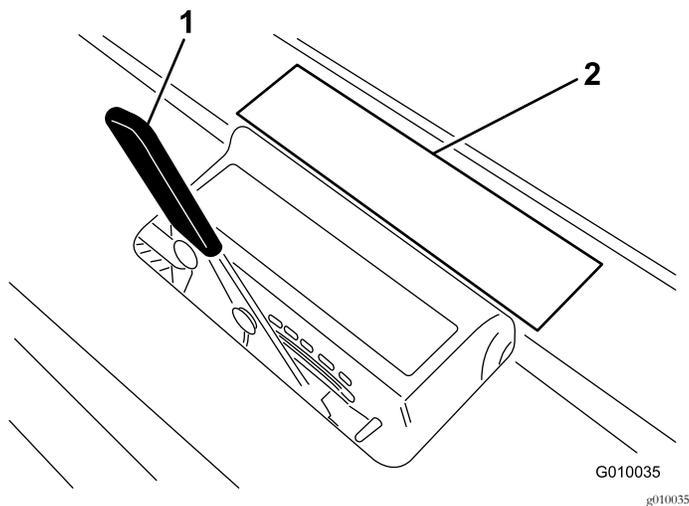

図 27
- ティンの打ち込み深さチャート 図 27 の、希望する打ち込み深さの位置に、ティンの端を合わせてみる。